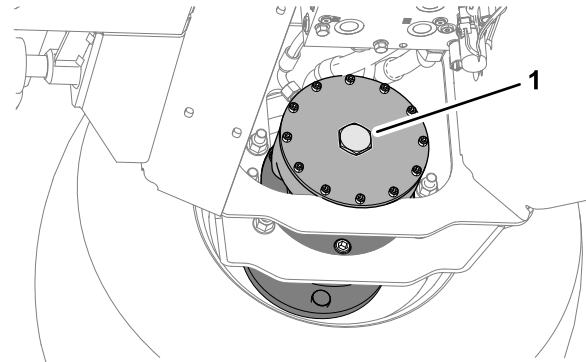

Bild 35
5. Entfernen Sie an der Scheibenbremse des rechten Vorderradmotors die Sechskantschraube (Bild 35).